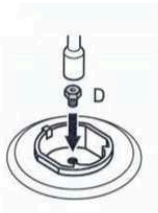

Figure 19.2
- Bevestig de injector (D) die u wilt ombouwen zoals weergegeven in Afbeelding 19.2 (zie Tabel 1).